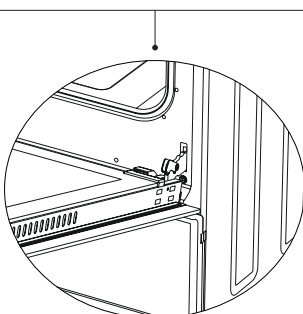

Figura 14.2
2. Abra la bisagra al máximo como se muestra en la figura 14.2. Coloque ambas bisagras que conectan el horno a la puerta en la misma posición.